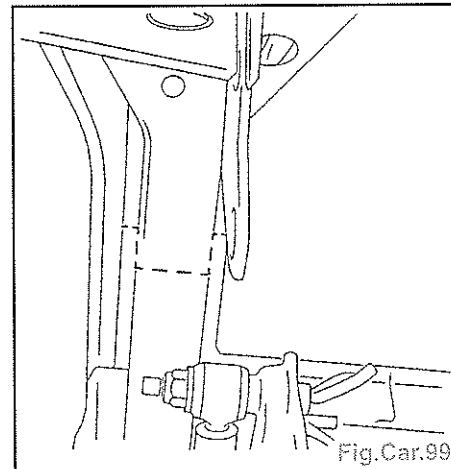

Fig.Car.99
- Poser le longeronnet (Fig.Car.99).